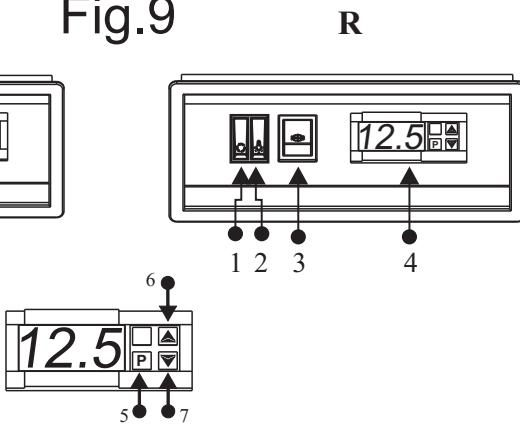

Fig.10
1. Togliere l'alimentazione. 2. Svitare le viti di fissaggio del portalampada superiore. 3. Staccare il portalampada superiore dal tubo fluorescente con il trasparente di protezione. 4. Sfilare il tubo dal portalampada inferiore. 5. Togliere il tubo trasparente di protezione (**NO LED**). 6. Sostituire il tubo fluorescente. 7. Ripristinare tutto procedendo in senso inverso (Vedi Fig. 10).